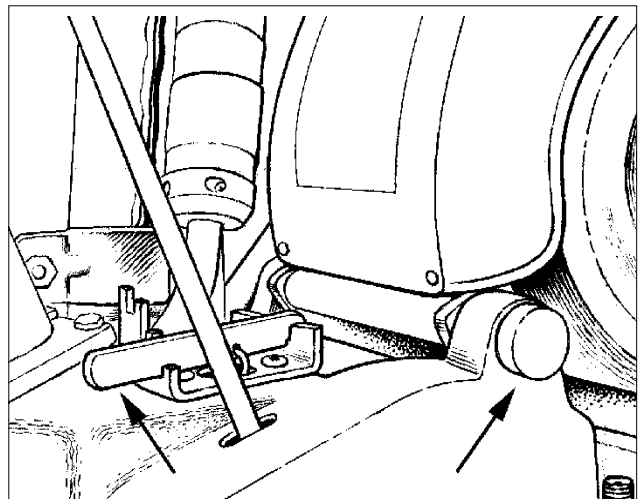

Figure 16
Vous avez le choix entre trois (3) types de pression: élevée, moyenne et légère. Plus la position est basse et plus la pression est élevée. Pour modifier les paramètres, soulevez le levier et déplacez-le dans la position désirée. (voir figure 16).